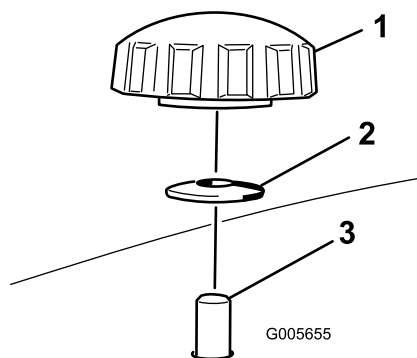
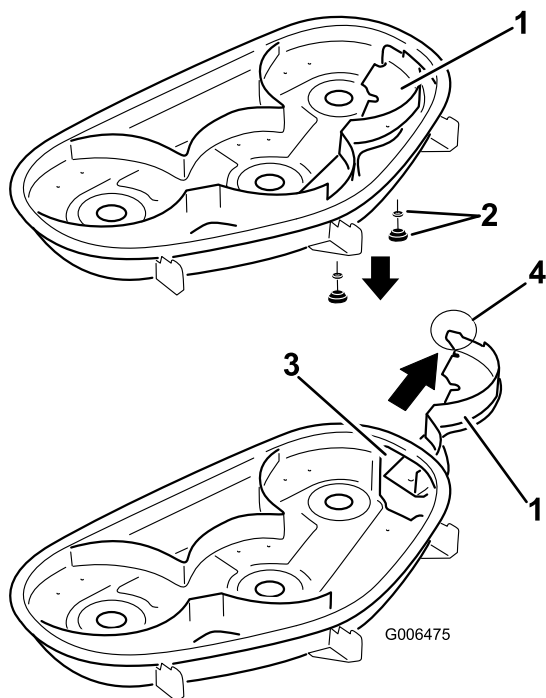

Figura 29
Figura 30
4. Togliete le 2 manopole e le rondelle curve che fissano il diaframma destro al tosaerba come illustrato nella Figura 29.
5. Togliete il diaframma destro e abbassate il deflettore dell'erba sull'apertura di scarico come illustrato nella Figura 30 e Figura 29.
- Infilate il diaframma destro nell'apertura di scarico e fissarla utilizzando le 2 manopole e le rondelle curve (lato concavo verso il tosaerba) come illustrato nella Figura 29 e Figura 30.